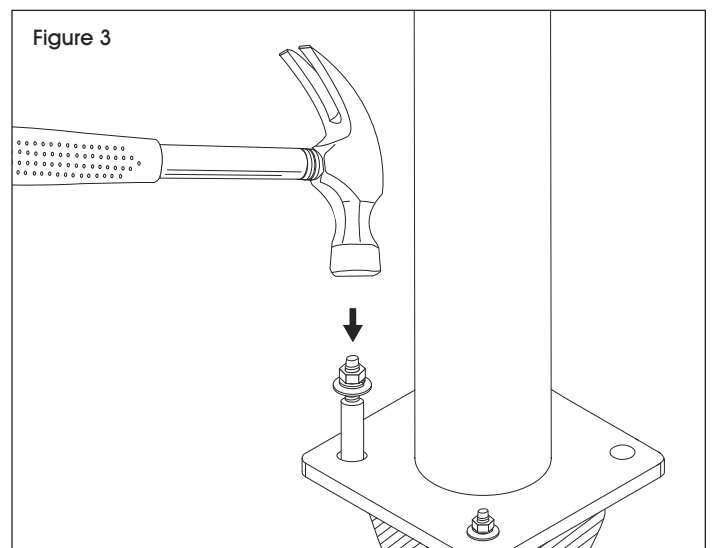

Figure 3
4. Slightly tap down the anchor bolt with a hammer if needed. Tighten the hex nut until the anchor bolt is secure. (See Figure 3)
4. Enfoncez légèrement le boulon d'ancrage avec un marteau si nécessaire. Serrez l'écrou hexagonal jusqu'à ce que le boulon d'ancrage soit fixé. (Voir Figure 3)